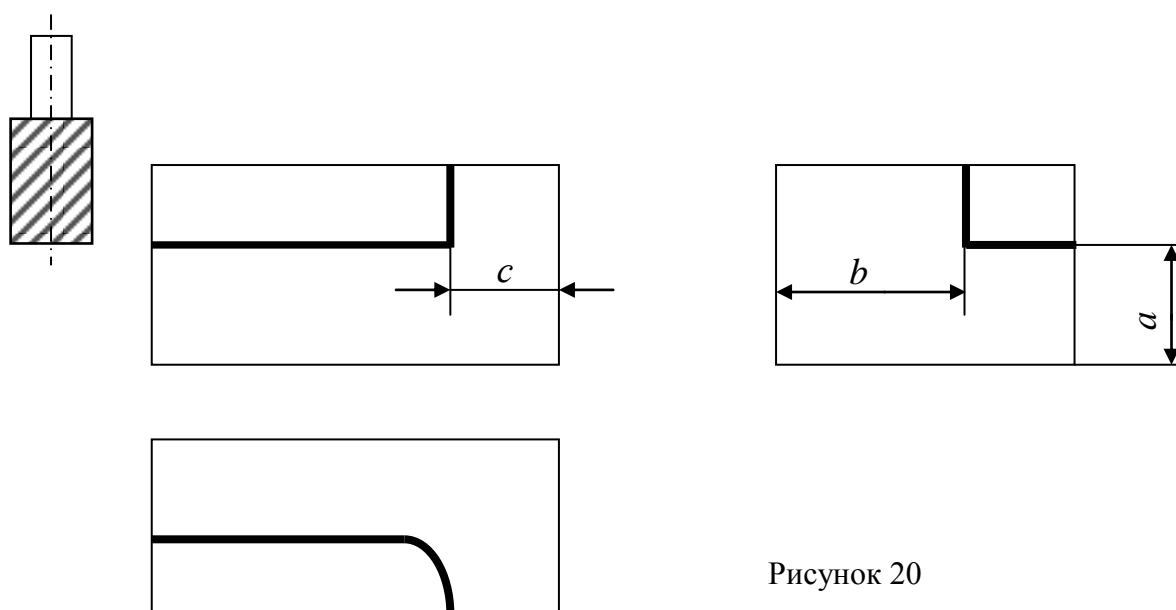

Рисунок 20
7. Указать комплект технологических баз, необходимый для обеспечения требуемой ориентировки заготовки (рисунок 20).